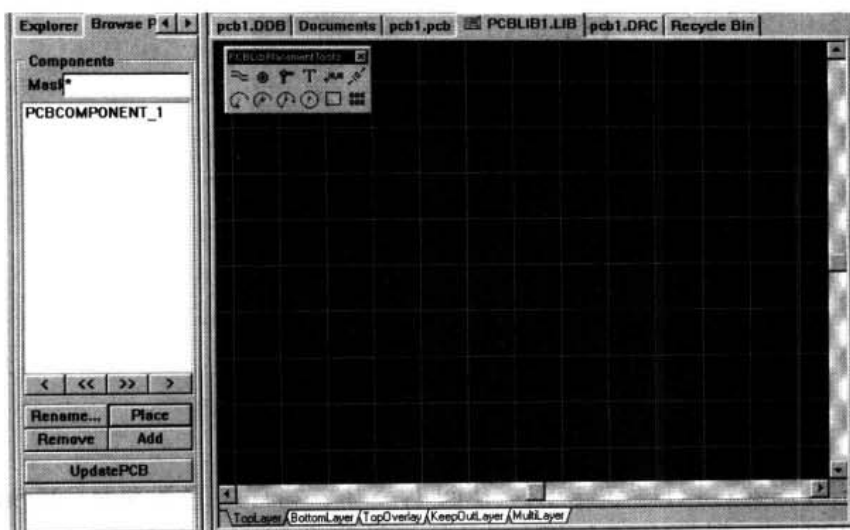
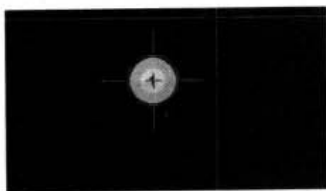

图 17-2 元件编辑器的编辑界面
图 17-3 放置一个后的状态
- (1) 运行 Protel 99 SE, 执行 File|New 命令, 在弹出的 New Document 对话框中选择 PCB Library Document 文档, 即进入元件库编辑器。编辑管理器的界面, 如图 17-2 所示。
- (2) 在工作区单击右键, 弹出快捷菜单, 选择 Place|Pad 命令; 或者在 PCBLibPlacement Tools 工具栏 (画图工具栏) 中, 单击 PlacePad 按钮 .
- (3) 光标变成十字形, 在十字形中间的圆形图形就是要放置的焊盘, 在工作区中拖动焊盘到适当的位置, 单击左键, 放置焊盘, 其结果如图 17-3 所示。